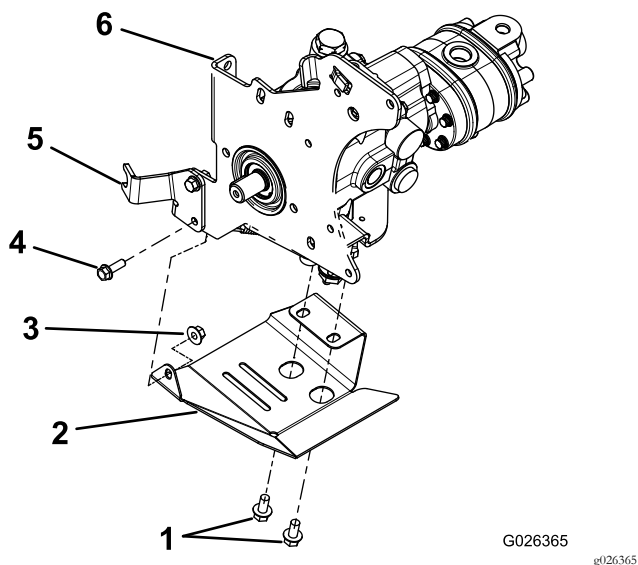

Figure 2
1. Retirez le boulon et l'écrou qui fixent l'extrémité inférieure du support de câble à la plaque de la pompe (Figure 2). Mettez le boulon au rebut mais conserver l'écrou.
- Retirez et conservez les (2) boulons qui fixent la patte de réglage du point mort sur la face inférieure de l'hydrostat (Figure 2).
- Fixez légèrement la nouvelle protection de l'hydrostat et la patte de réglage du point mort sur la face inférieure de l'hydrostat au moyen des (2) boulons retirés lors de l'opération précédente. Ne serrez pas les boulons à ce stade (Figure 2).
- Fixez légèrement le support de câble à la plaque de pompe avec le boulon neuf (fourni dans le kit) et l'écrou retiré précédemment (Figure 2).